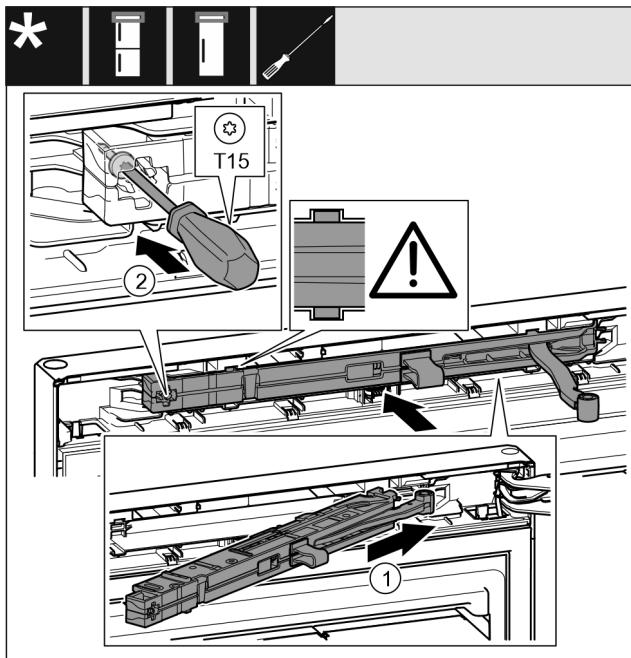

Fig. 55
- Schließdämpfereinheit Fig. 55 (1) auf der Lagerbockseite bis zum Anschlag schräg in die Aussparung einschieben.
- Schraube Fig. 55 (2) mit einem Schraubendreher festschrauben.